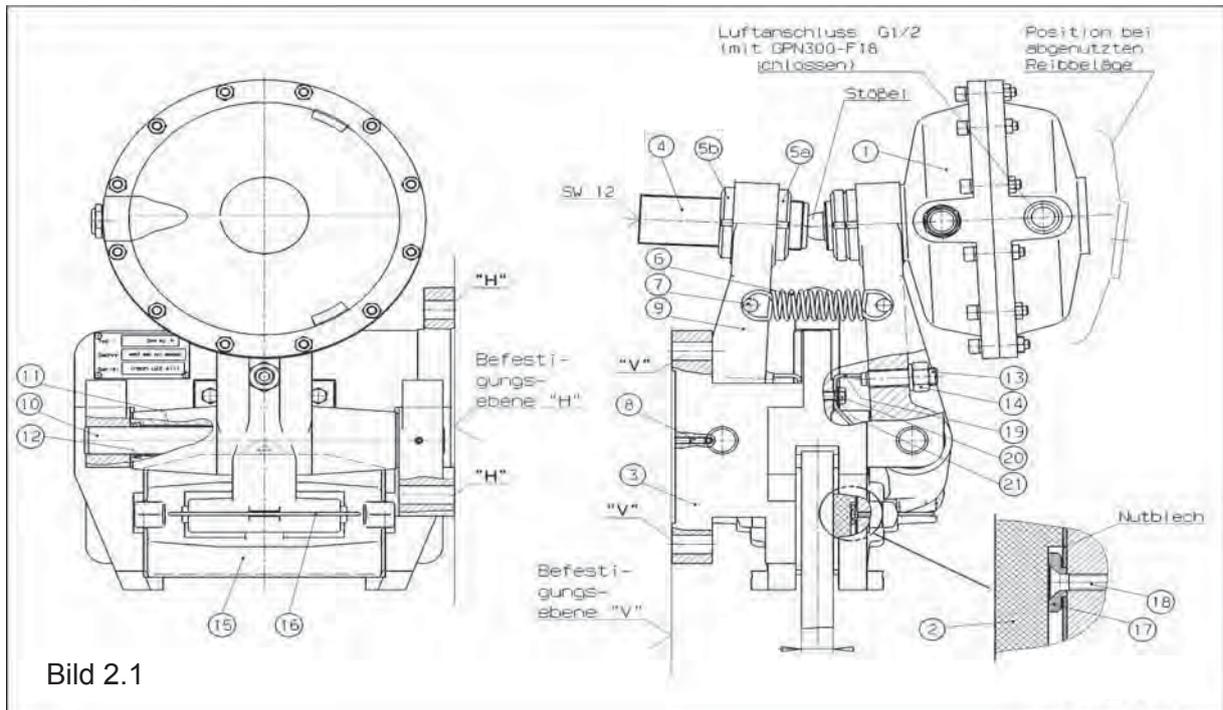

Bild 2.1
- die Ausführung DU 060 PFM, Druckzylinder rechts montiert siehe Bild 2.1 unter Absatz 2.3
Ab Werk ist die Bremszange auf einem Klemmspalt von 26,0 mm eingestellt (Bremsscheibendicke von 25 bzw 40mm und ein Abstand von je 0,5 mm zwischen den Reibklötzen (Bild 2.1, Pos. 2) und der Bremsscheibe). Hat sich nach dem Anschrauben der Bremszange an das Maschinenteil kein gleichmäßiger Luftspalt rechts und links an der Bremsscheibe eingestellt, so muss das wie folgt korrigiert werden:
- Drehen Sie den Gewindestift M16x60, (Bild 2.1, Pos. 13) im Uhrzeigersinn (rechts) um den zugehörigen Luftspalt zu verkleinern.
- Drehen Sie den Gewindestift M16x60, (Bild 2.1, Pos. 13) entgegen dem Uhrzeigersinn (links) um den zugehörigen Luftspalt zu vergrößern.
Vergrößert sich der Luftspalt beim Drehen entgegen dem Uhrzeigersinn nicht, so liegt der Abstützbolzen (Bild 2.1, Pos.4) am Stößel (Bild 2.1, Pos.3) vom Druckzylinder an. Um in diesem Fall den Luftspalt zu vergrößern, müssen Sie zuerst die linke Nutmutter (Bild 2.1, Pos.5b) lösen und den Abstützbolzen bei gleichzeitig festgehaltener rechter Nutmutter (Bild 2.1, Pos 5a) zurückdrehen bis sich ein Abstand von 3-5 mm zwischen Abstützbolzen und Stößel einstellt. Stellen Sie den Luftspalt wie gewünscht zwischen den Reibklötz und der Bremsscheibe ein. Drehen Sie anschließend den Abstützbolzen wieder an den Stößel heran bis er am Stößel anliegt und dann wieder eine halbe Umdrehung zurück (Hierdurch ergibt sich ein Abstand von ca. 0,8 mm zwischen Bolzen und Stößel). Ziehen Sie beide Nutmuttern wieder fest an.